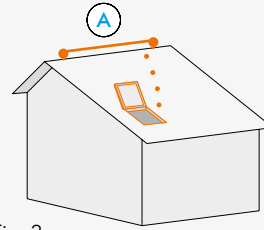

Fig. 3
- **dall'interno**, utilizzando l'apposita botola (Fig. 3).